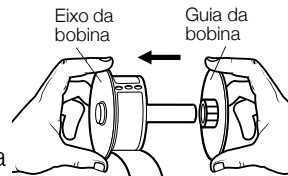

Figura 5
- 4 Segure o eixo da bobina com a mão esquerda e coloque o rolo de etiquetas no eixo, de modo que as etiquetas sejam alimentadas a partir da parte inferior e a borda esquerda do rolo esteja firme na lateral da bobina. Consulte a Figura 5.